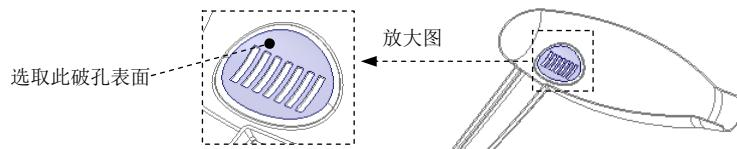

图 8.11 选取破孔表面
(4) 单击 **模具** 功能选项卡 **操作** ▾ 区域中的“复制”按钮 。
(5) 单击 **模具** 功能选项卡 **操作** ▾ 区域中的“粘贴”按钮 。系统弹出 **曲面：复制** 操控板。
(6) 填补复制曲面上的破孔。在操控板中单击 **选项** 按钮，在“选项”界面中选中 **排除曲面并填充孔** 单选项。
(7) 在系统 选择封闭的边环或曲面以填充孔 的提示下，选取图 8.11 中的破孔表面。
(8) 在 **曲面：复制** 操控板中单击 按钮。